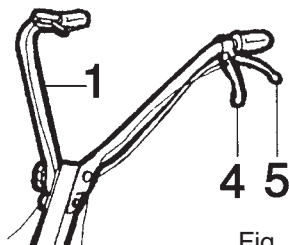

Fig. 5/C
- Tirar a manete de comando 5: marcha para trás (Fig. 5/c).